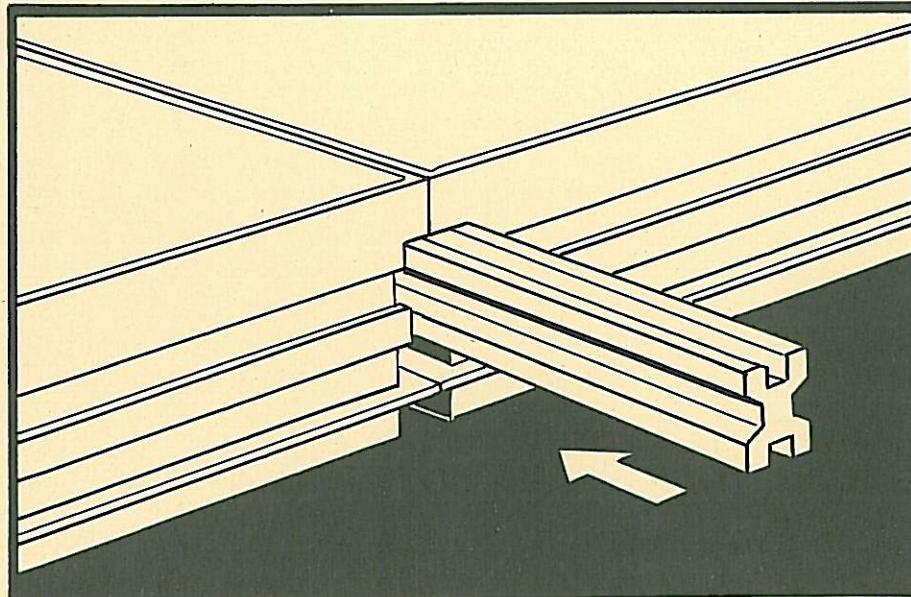

Bild Nr. 8 / Picture No. 8 / Illustration No. 8
**Montage der Verbindungsstücke:** Die Verbindungsstücke 19240 und 19241 werden in die obere Aussparung des Elementrahmens eingeschoben. (Bild Nr. 8)